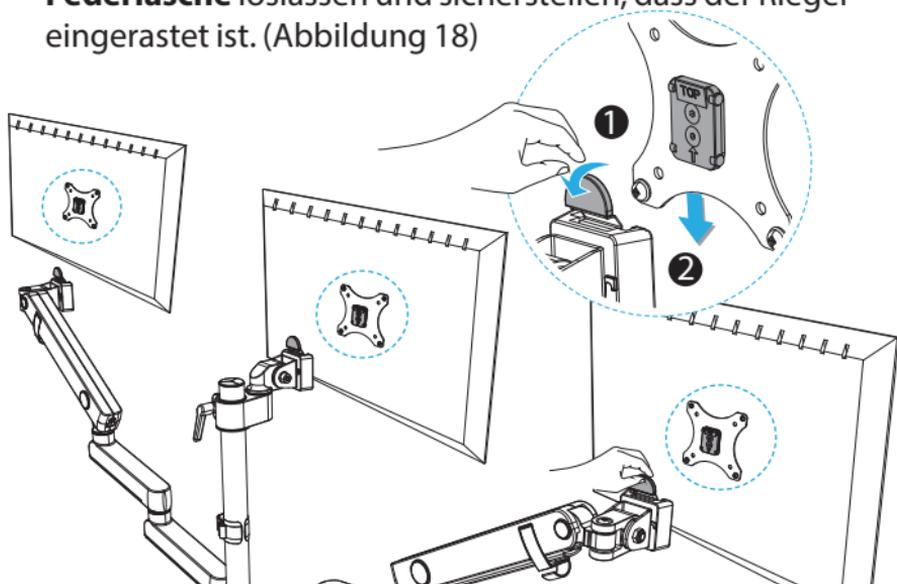

Abbildung 18
1. Die **Federlasche zurückziehen und halten**, die **VESA-Halterung** des Monitors in den **Kopfschlitz** schieben. Die **Federlasche** loslassen und sicherstellen, dass der Riegel eingerastet ist. (Abbildung 18)